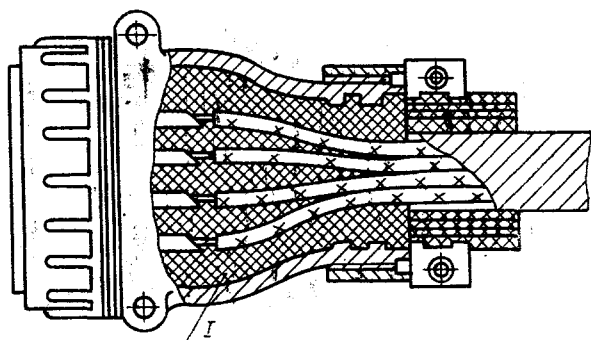

Рис. 8. Герметизация кабельной части разъемов серий ШР и 2РТ:
4.8. Герметизация штепсельных разъемов с заливкой герметика в корпусе разъема показана на рис. 8...11. При герметизации штепсельных разъемов серий ШР и 2РТ герметиком заливается только одна из ответных частей штепсельного разъема (вставка или колодка). Для заливки герметика в штепсельных разъемах серии 2РМ до их сборки сверлятся два от-